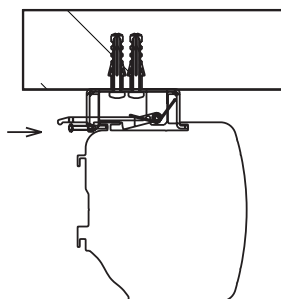

Abbildung 7
3. Drehen Sie abschließend die Sicherheitsschraube der Montagebügel fest. Dies verhindert ein unbeabsichtigtes Lösen der Montagebügel. (siehe **Abb. 7**)